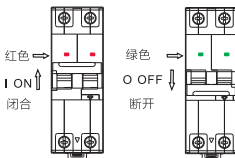

图2 产品闭合、断开状态指示
5.1 安装前先检查断路器标志与所使用的工作条件是否相符，闭合、断开状态指示，如图2